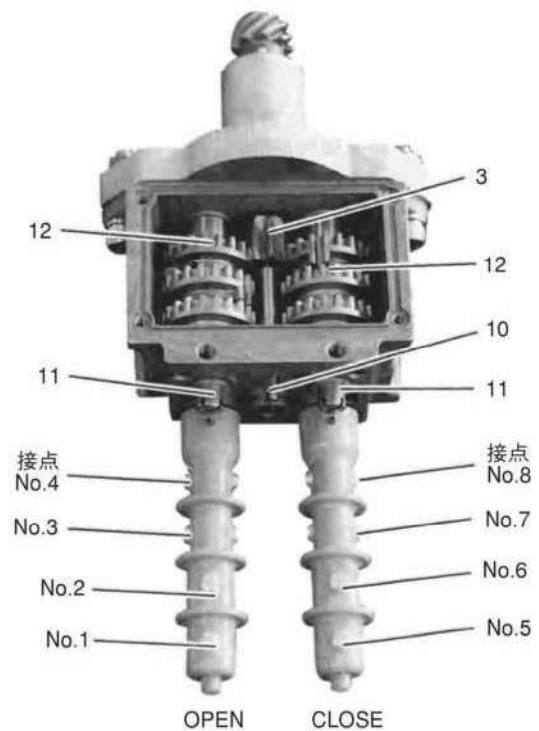
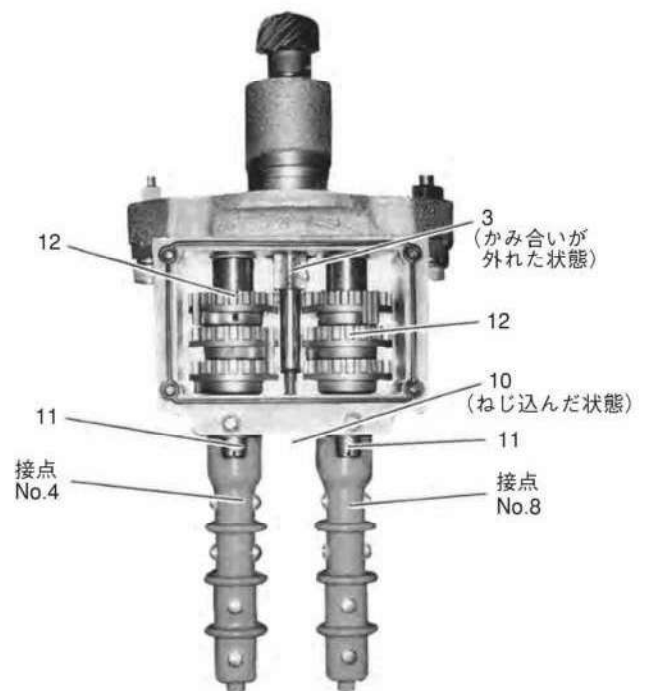
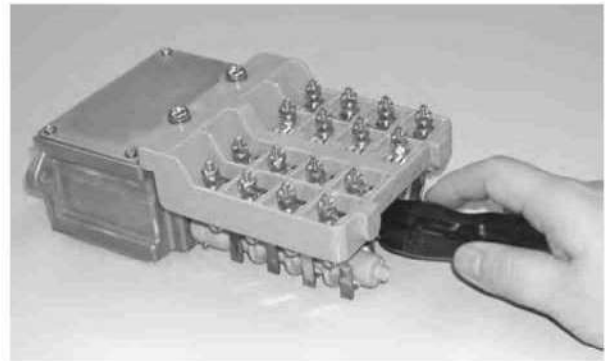

図5.2.2
図5.2.4
図5.2.5
- ・⑩セッティングロッドを図5.2.5のようにドライバで右に回して⑨ギアフレームと同一面になるまでねじ込み、③ドライブピニオンの噛み合いを外します(図5.2.4参照)。
- ・現在の接点の状態がONならば、手順2で確認した方向へ、ドライバで⑪ギアシャフトを回し、ロータが90°回転して接点No.8がOFFに動作したところで止めます。
- ・現在の接点の状態がOFFならば、手順2で確認した方向と逆にドライバで⑪ギアシャフトを回し、ロータがONになる位置を通過するまで回した後、手順2で確認した方向に⑪ギアシャフトを回し、接点No.8がOFFに動作したところで止めます。
- ・⑩セッティングロッドをドライバで止まるまで左へ回し、③ドライブピニオンと⑫インタミットギアが噛み合う状態に戻します(図5.2.2参照)。
- ・⑪ギアシャフトをドライバで左右に軽く回してみ、正しく噛み合っている(開閉両側の⑪ギアシャフトが回らない)ことを確認してください。